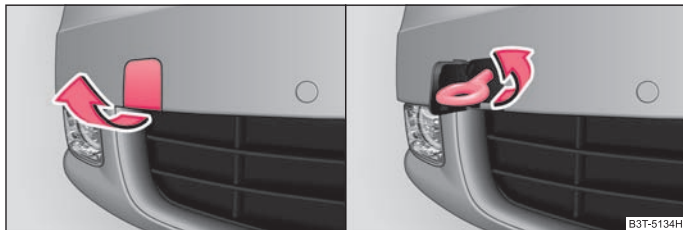

Fig. 203 Paragolpes delantero: Desmontaje de la cubierta / montaje de la argolla de remolque
- Retire la cubierta del paragolpes delantero ⇒ fig. 203 - lado izquierdo.
- Atornille la argolla de remolque hacia la izquierda hasta el tope ⇒ fig. 203 - lado derecho, y tire de ella lo más firmemente posible. Para fijar el vehículo recomendamos, p. ej. utilizar la llave de rueda*, la argolla de sujeción de otro vehículo o un objeto parecido que se pueda meter a través de la argolla.